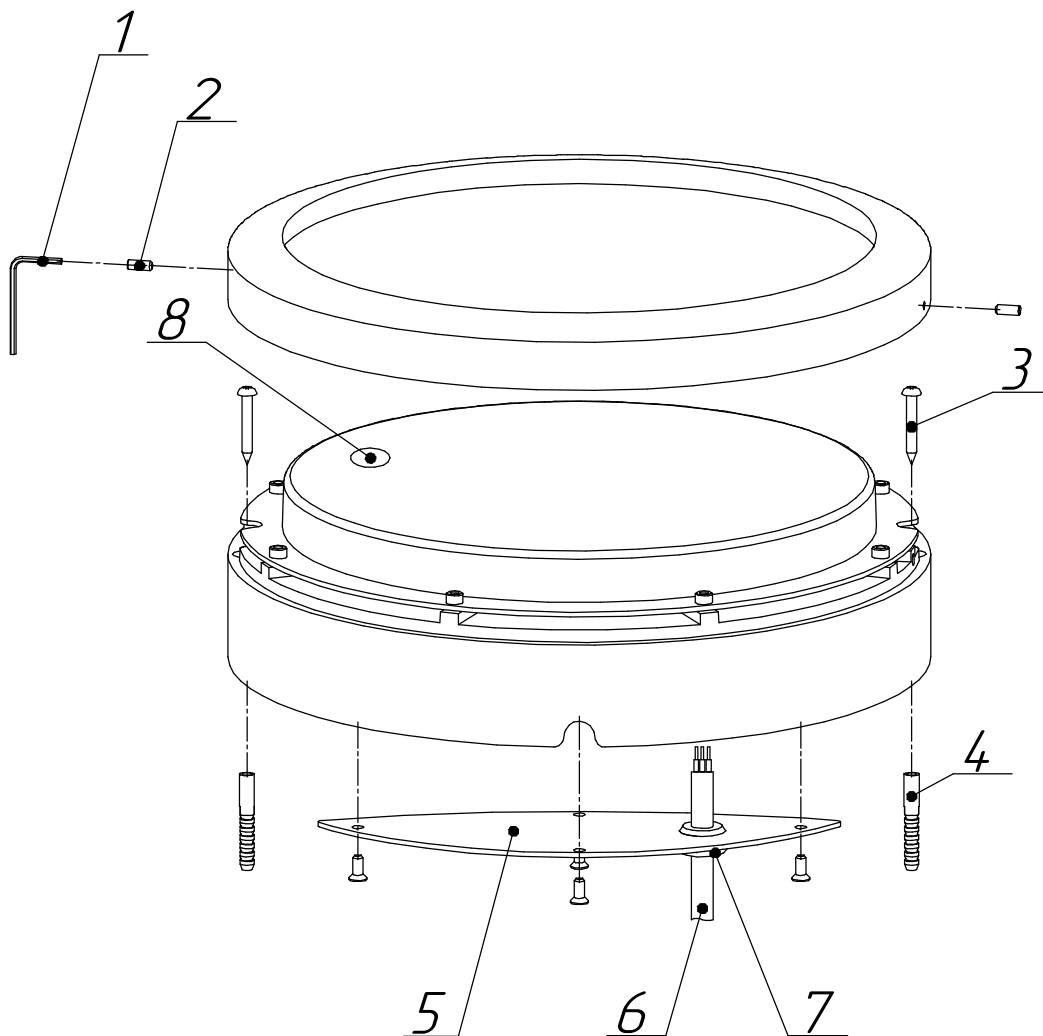

Рисунок 2 - Схема монтажа светильника
5.3 Выкрутите винты поз. 8 и снимите крышку отсека подключения поз. 5. Пропустите кабель подключения сети поз. 6 через кабельный ввод на крышки поз. 7 (рисунок 2).
5.6 Отключите подачу электроэнергии на светильник и закрепите крышку поз. 5 с помощью винтов (рисунок 2).
5.7 Выкрутите винты крепления обечайки поз. 2 на боковой части светильника при помощи Г-образного ключа 3 мм (в комплект поставки не входит) и снимите обечайку. Закрепите светильник на несущую поверхность при помощи дюбелей поз. 4 и саморезов поз. 3. Установите обечайку на светильник (рисунок 2).
5.9 В светильнике присутствует ручное тестирование аварийного режима, выключите светильник. Поднесите "Магнит неодимовый E42" (или аналогичный с силой сцепления не менее 60 кг) в плотную к области расположения индикатора (рисунок 2, поз. 8). Источник питания светильника переключится в аварийный режим, напряжение на светодиодные модули будет подаваться от аккумулятора. Для возврата в рабочий режим отдалите магнит.